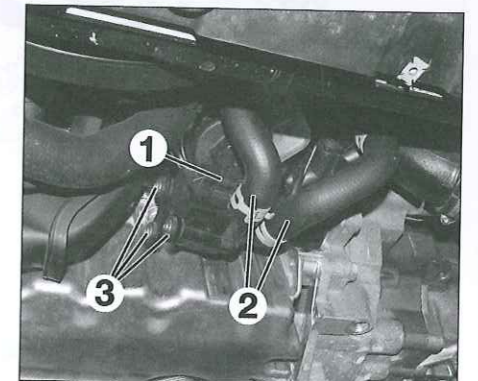

Fig. 23
- Desconectar el conector (1) de la bomba de agua adicional (Fig.23).
- Desconectar los dos manguitos (2).
- Desmontar los tres tornillos (3) de fijación de la bomba de agua adicional.